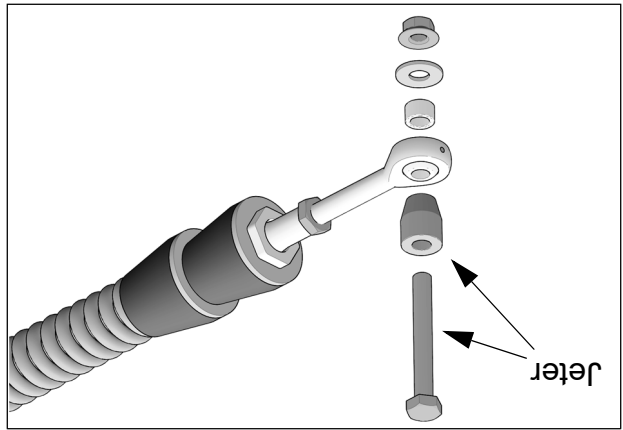

Fig. 3
4. Enlever les boulons, les rondelles et les espaceurs des rotules des bras stabilisateurs des systèmes arrière. Rejeter du groupe de pièces les boulons M10x80 mm et les espaceurs longs coniques. Voir la Fig. 3